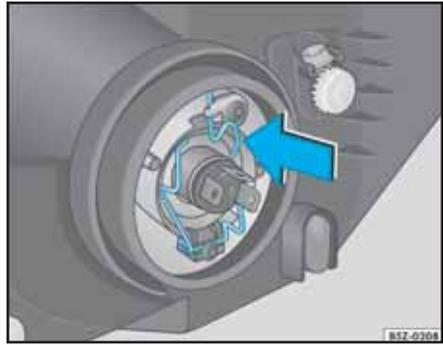

Fig. 176 Resorte de fijación de la lámpara de la luz baja/alta
- Comprima el resorte de fijación en el sentido de la flecha ⇒ fig. 176 y desplácelo para destrabar la lámpara.